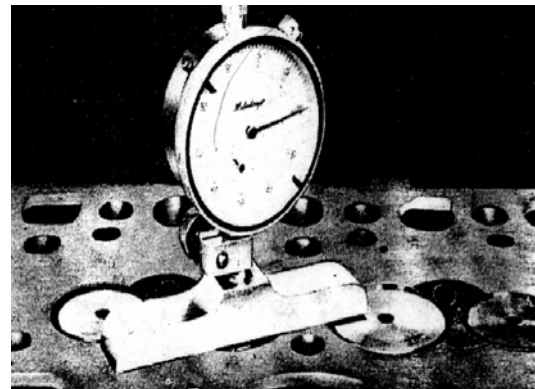

РИС. 71
- 4) После шлифовки плоскости разъёма, измерьте расстояние между головкой клапана и разделяющей плоскостью. Еще раз, если требуется, обработайте седла клапанов (рис. 71).
ПРИМЕЧАНИЕ: Расстояние от головки клапана до разделительной плоскости головки блока цилиндров должно быть в пределах технических характеристик (см. рис. 71).